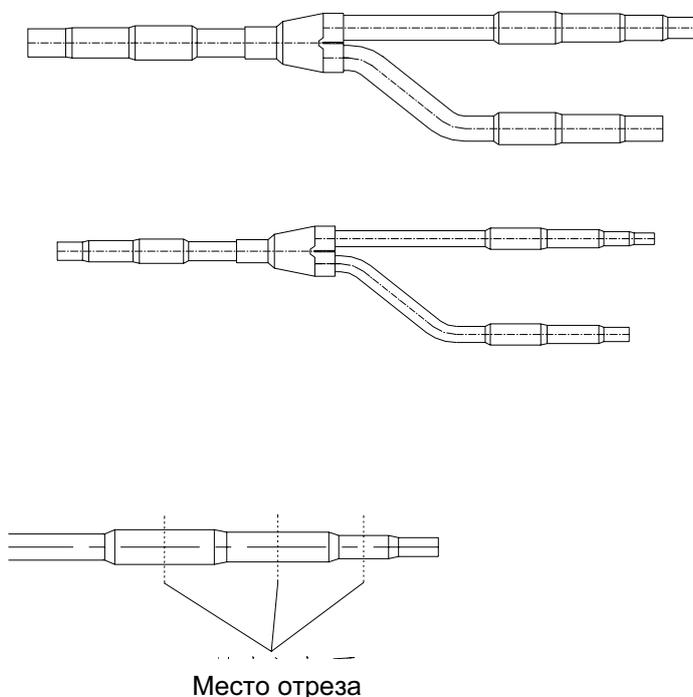

Рисунок 7.5-Отрез разветвителя в нужном сечении
7.4.4 Разветвитель имеет разные диаметры в разных сечениях. В зависимости от мощности блока и диаметра трубки разветвитель отрезается в нужном сечении (см.рис.7.5)